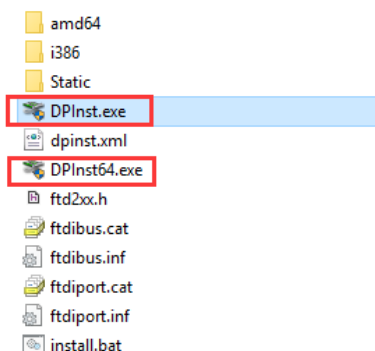

图 3.2.选择 *DPIInst.exe* 或 *DPIInst64.exe* 安装
- 打开 *Prerequisites\Drivers\FS Spectrometer Driver* 文件夹，根据您的电脑是 32 位或 64 位选择 *DPIInst.exe* 或 *DPIInst64.exe* 进行安装，见图 3.2。